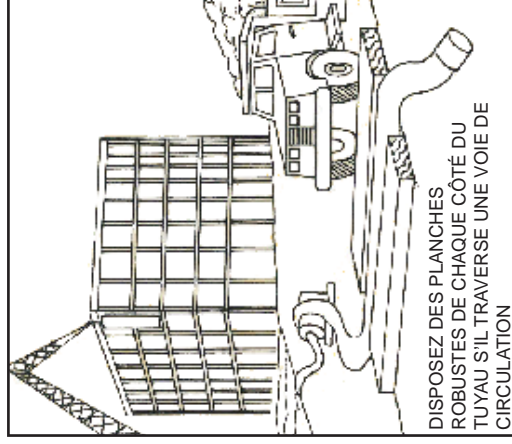

FIGURE 2
D. Si des tuyaux flexibles doivent traverser une voie routière, ils doivent être protégés par des planches. La chute instantanée de pression lors du passage d'un véhicule sur une conduite non protégée provoquera un « choc hydraulique ». Ce choc risque d'endommager la pompe et la conduite. Voir figure 2.